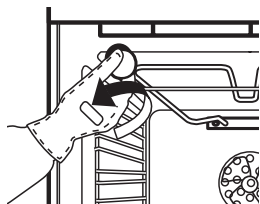

fig. 5
2. Descargola la tapa del llum (Fig. 5), canvia el llum (consulta la nota sobre el tipus de llum) i torna a cargolar la tapa per col·locar-la.